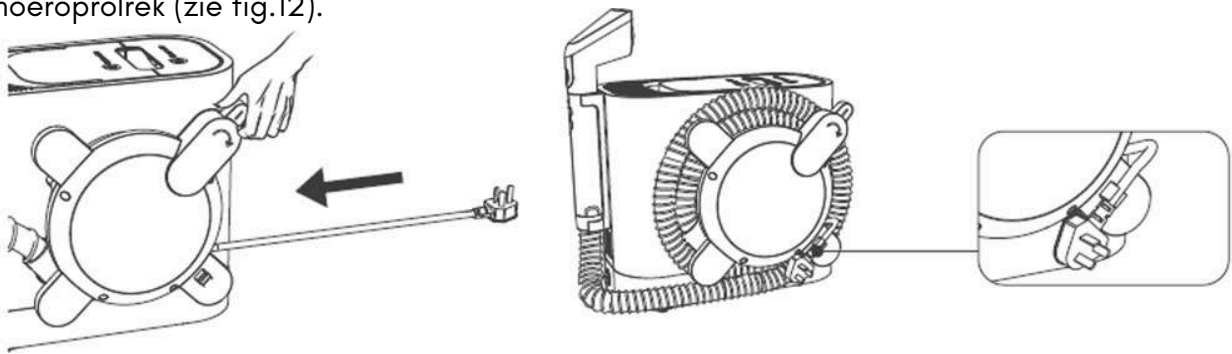

Fig. 12
10. Druk op de knop voor het automatisch oprollen van het snoer om het netsnoer op te bergen, bevestig de stekker op de sluiting en wikkel de slang vervolgens netjes op het snoeroprolrek (zie fig.12).